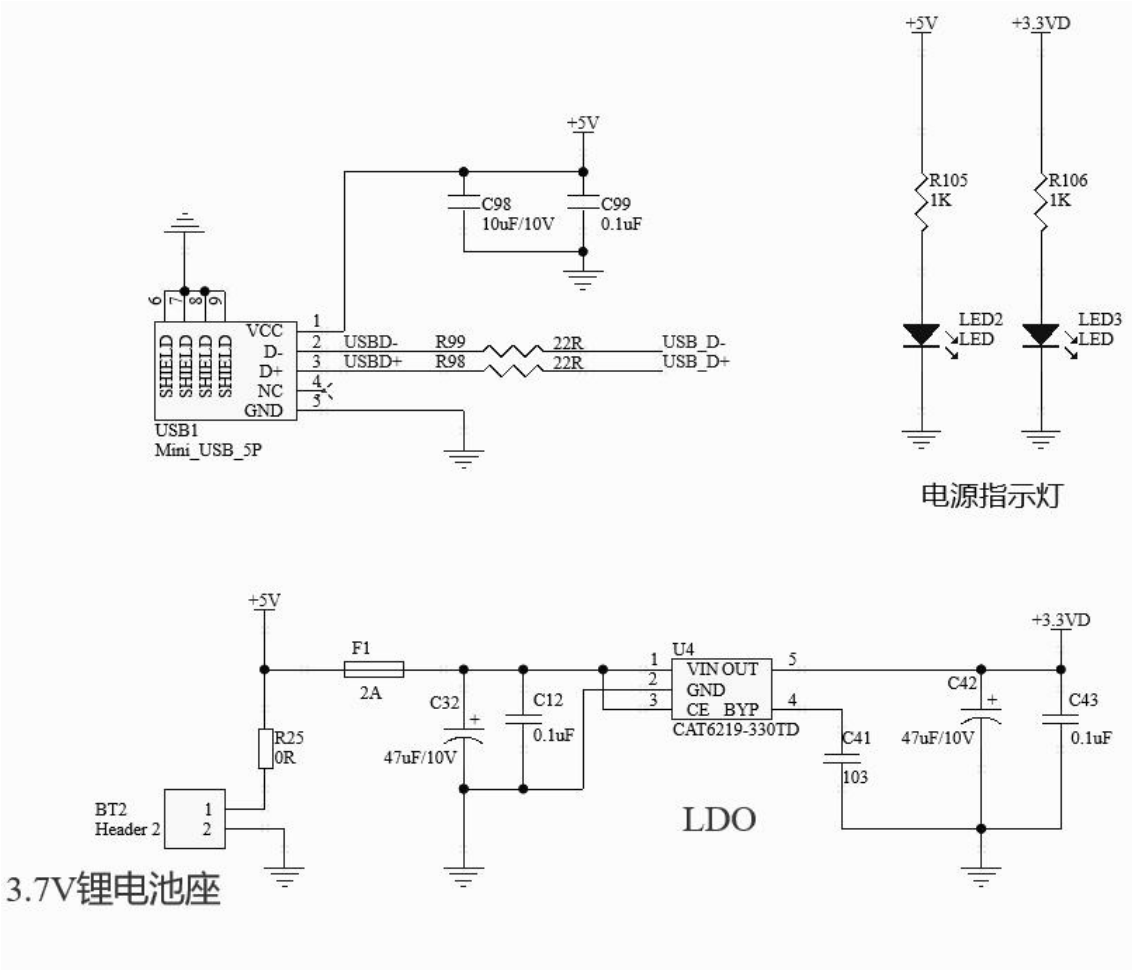

图 4
2、需要在素材库中原理图设计参考文件第一页(01-POWER.SchDoc)中抄画图 4 所示的电路模块原理图:并每页原理图调用模板文件 20240510.schdot，标题栏中各项内容均要从 organization 中输入或自动生成，其中在选手信息中第一行输入选手姓名，第二行输入身份证号码，第三行输入选手编号，图名为: mydesign，不允许在原理图中用文字工具直接放置。